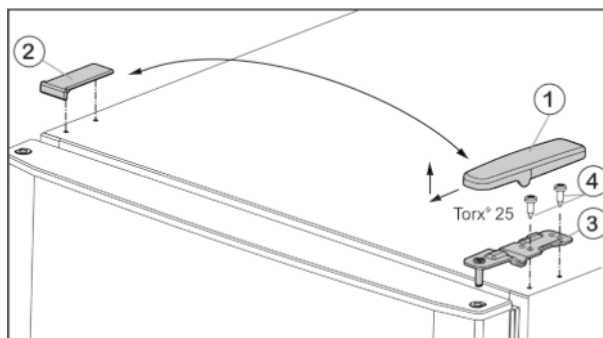
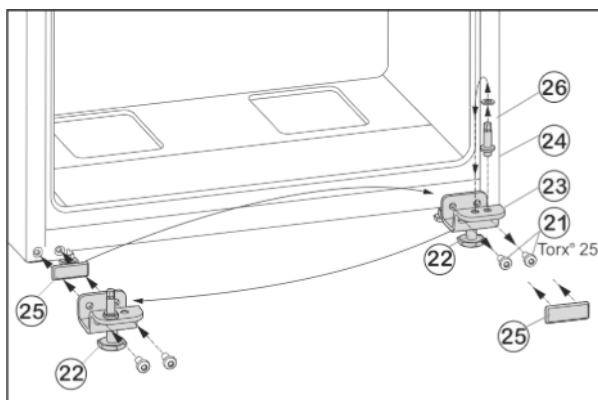

Fig. 4
Fig. 6
- ▶ Kryt Fig. 4 (1) stáhněte dopředu a nahoru.
- ▶ Kryt Fig. 4 (2) zvedněte.
- ▶ Horní stojan ložiska *Fig. 4 (3)* odšroubujte (2 krát Torx® 25) *Fig. 4 (4)* a stáhněte nahoru.
- ▶ Upevňovací šrouby *Fig. 6 (21)* odšroubujte.
- ▶ Vyjměte spodní stojan ložiska *Fig. 6 (23)* i s ložiskovým čepem *Fig. 6 (24)*, podložkou *Fig. 6 (26)* a seřizovací nožkou *Fig. 6 (22)*.
- ▶ Ložiskový čep *Fig. 6 (24)* kompletně odšroubujte i s podložkou *Fig. 6 (26)*, přemístěte do protilehlého upínacího otvoru stojanu ložiska a opět přišroubujte.
- ▶ Krycí desku *Fig. 6 (25)* opatrně sejměte a přemístěte ji na protější stranu.
- ▶ Spodní stojan ložiska *Fig. 6 (23)* opět kompletně, i s ložiskovým čepem *Fig. 6 (24)*, podložkou *Fig. 6 (26)* a seřizovací nožkou *Fig. 6 (22)*, případně s pomocí akumulátorového šroubováku **silou (4 Nm)** našroubujte na nové straně závěsu dveří.
- ▶ Spodní dveře nasad'te shora na ložiskový čep *Fig. 6 (24)*.
- ▶ Prostřední stojan ložiska (13) otočený o 180° nasad'te do spodních dvířek a našroubujte jej pomocí upevňovacích šroubů (11) (2 x Torx® 25) pevně na novou stranu závěsu dveří (4 Nm).
- ▶ Opět nasad'te plastovou podložku (10).
- ▶ Horní dvířka usad'te na prostředním ložiskovém čepu (13).
- ▶ Horní stojan ložiska *Fig. 4 (3)* vložte na nové straně závěsu do dvířek.
- ▶ Horní stojan ložiska **pevně přišroubujte (4 Nm)** (2krát Torx® 25) *Fig. 4 (4)*. Popřípadě použijte akumulátorový šroubovák.
- ▶ Kryt *Fig. 4 (1)* na opačné straně zvenčí nasad'te a nechte zaklapnout.
- ▶ Kryt *Fig. 4 (2)* vždy na opačné straně shora nasad'te a nechte zaklapnout.
- ▶ Seřizovací nožku *Fig. 6 (22)* na spodním stojanu ložiska *Fig. 6 (23)* vytáčejte, až dosedne na zem.